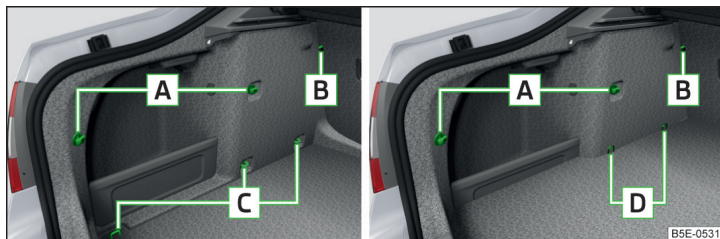
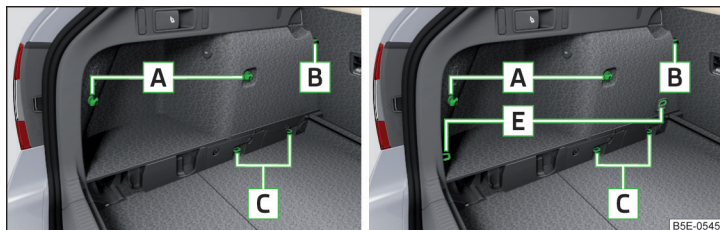
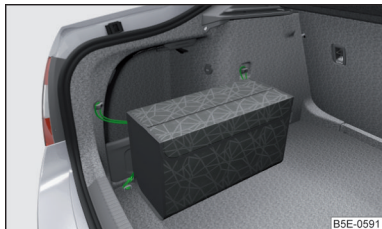

Fig. 109 Éléments de fixation : variante 1 / variante 2 (G-TEC)
Fig. 110 Éléments de fixation : variante 3 / variante 4
Fig. 113
**Aperçu des éléments de fixation** » fig. 109 et » fig. 110
Si le véhicule est équipé d'un plancher variable et qu'il se trouve en position supérieure, alors il est possible d'utiliser les œillets **E** » fig. 110 à la page 107
- Pour les véhicules avec les œillets de fixation **D** » fig. 109 à la page 107, seuls les filets suivants peuvent être fixés.
- Le filet de fond peut être fixé dans la partie arrière sur les éléments de fixation arrière **A** » fig. 109 à la page 107.
Le sac » fig. 113 peut être fixé aux éléments de fixation **A** ainsi qu'à l'œillet de fixation arrière et au milieu **C** » fig. 109 à la page 107.